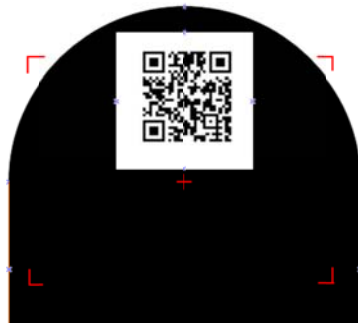

図 1-4 スタンドの位置その2の視野 (FOV)
**スタンド位置 2 :** スタンドの位置その 2 はスタンドの位置その 1 では検証するバーコードにとって視野(FOV)が小さすぎるような大きなバーコードの検証に使用します。このスタンド位置の 2 での視野(FOV)は 1.30”(33.02mm) x 1.30”(33.02mm) (図 1-4 白い四角) で、検証可能最大バーコードサイズは 1.2”(30.48mm) x 1.2”(30.48mm)です。バーコードに必要な最小 X - 寸法は 15 ミルです。